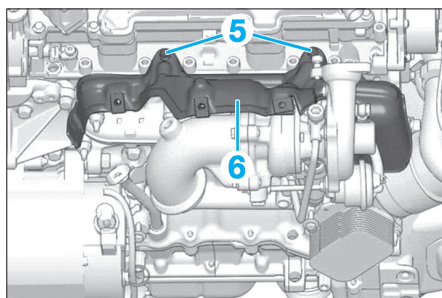

Fig. 37
- les 2 vis de fixation (5) (Fig.37),